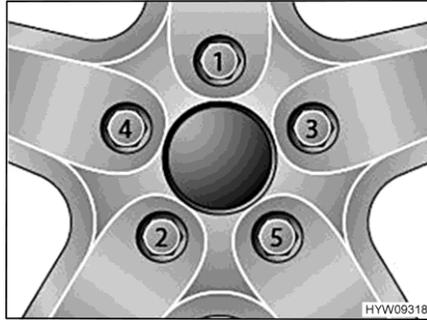

Bild 113 Radmuttern oder Radschrauben über Kreuz festziehen
- Radmuttern oder Radschrauben in der Reihenfolge, die in Bild 113 gezeigt ist, festziehen. Dazu einen Drehmomentschlüssel verwenden und das vorgeschriebene Anziehdrehmoment einhalten (siehe Abschnitt).
- Radmuttern oder Radschrauben regelmäßig auf festen Sitz prüfen. Radmuttern oder Radschrauben eines ausgewechselten Rades nach 50 km nachziehen. Dabei in der Reihenfolge vorgehen, die in Bild 113 gezeigt ist.
- Wenn neue oder neu lackierte Felgen verwendet werden, die Radmuttern oder Radschrauben zusätzlich nach ca. 1000 bis 5000 km nachziehen. Dabei in der Reihenfolge vorgehen, die in Bild 113 gezeigt ist.